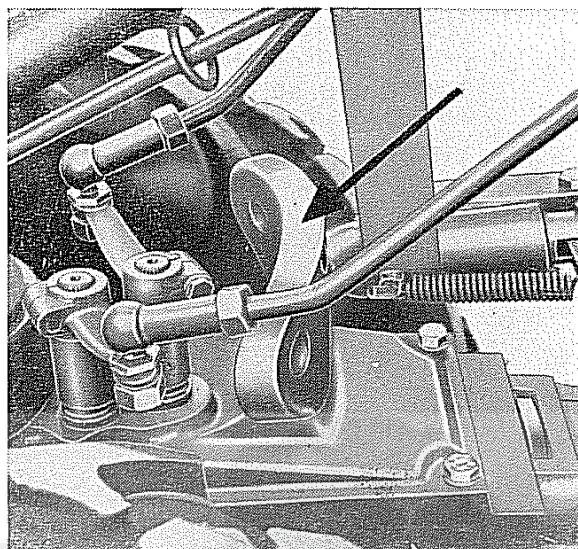

Fig. 40 - Identificazione motocoltivatore
N.B. - Sia la sigla del modello che il numero del motocoltivatore si trovano stampigliati sull'apposita targhetta metallica oppure nel punto indicato dalla freccia in fig. 40.